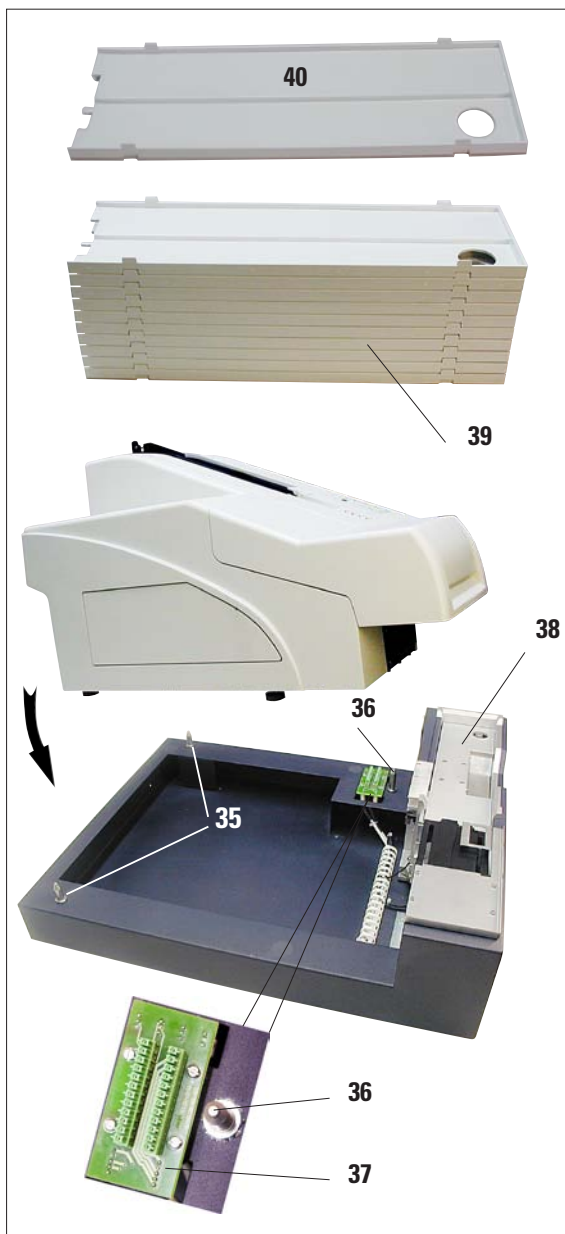

図 18
セットアップの前に 4.4 章に記載の手動取り外しシステムを取り付けないでください。カラーネジ（30、図 18）も外してください。
- プリンターの両側（右側と左側）をつかみ、図 18 に示すように、まず 2 本の後部ボルト（35）がベースプレートに収まるように置きます。
- コンタクトスプリング（44）がランプのプライミングワイヤ（45）から外れていることを確認します。（図 18 と 21 も参照）